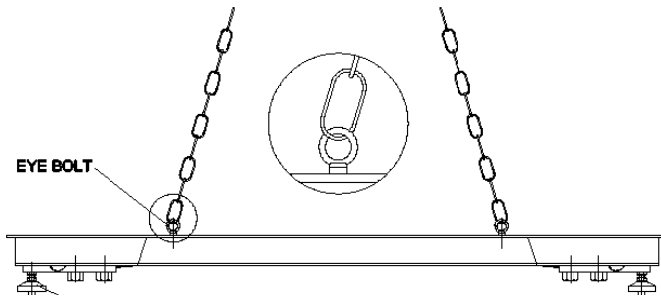

FIGURE 1. 平台秤吊装方式
2. 将随秤附赠的两个吊环安装到秤体台面上, 如Figure 1 所示